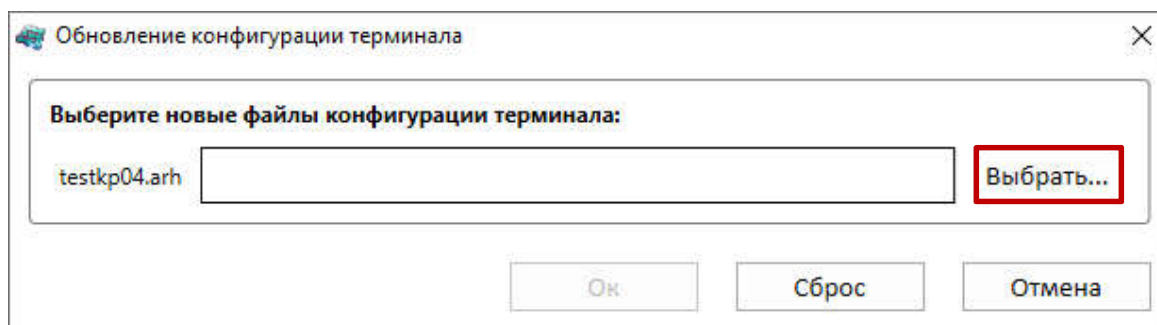
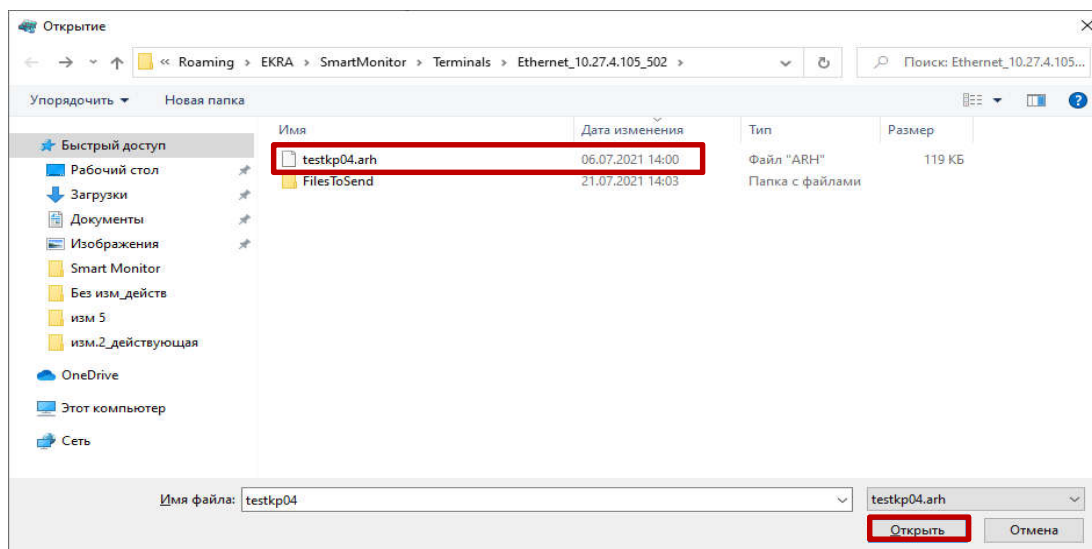
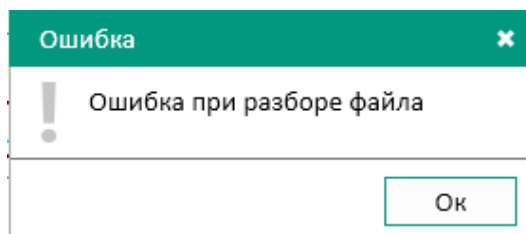

Рисунок 17 – Окно **Обновление конфигурации терминала**
Рисунок 18 – Окно **Выбор файла конфигурации**
Рисунок 19 – Окно **Ошибка**
5.1.1 В появившемся окне **Обновление конфигурации терминала** необходимо указать путь к файлу конфигурации ***.arh** (см. рисунок 17). Файл с расширением «*.arh», имя загружаемого файла конфигурации должно совпадать с именем файла конфигурации в терминале (см. рисунок 18). Если конфигурация содержит некорректные версии, то будет выведено сообщение об ошибке (см. рисунок 19).